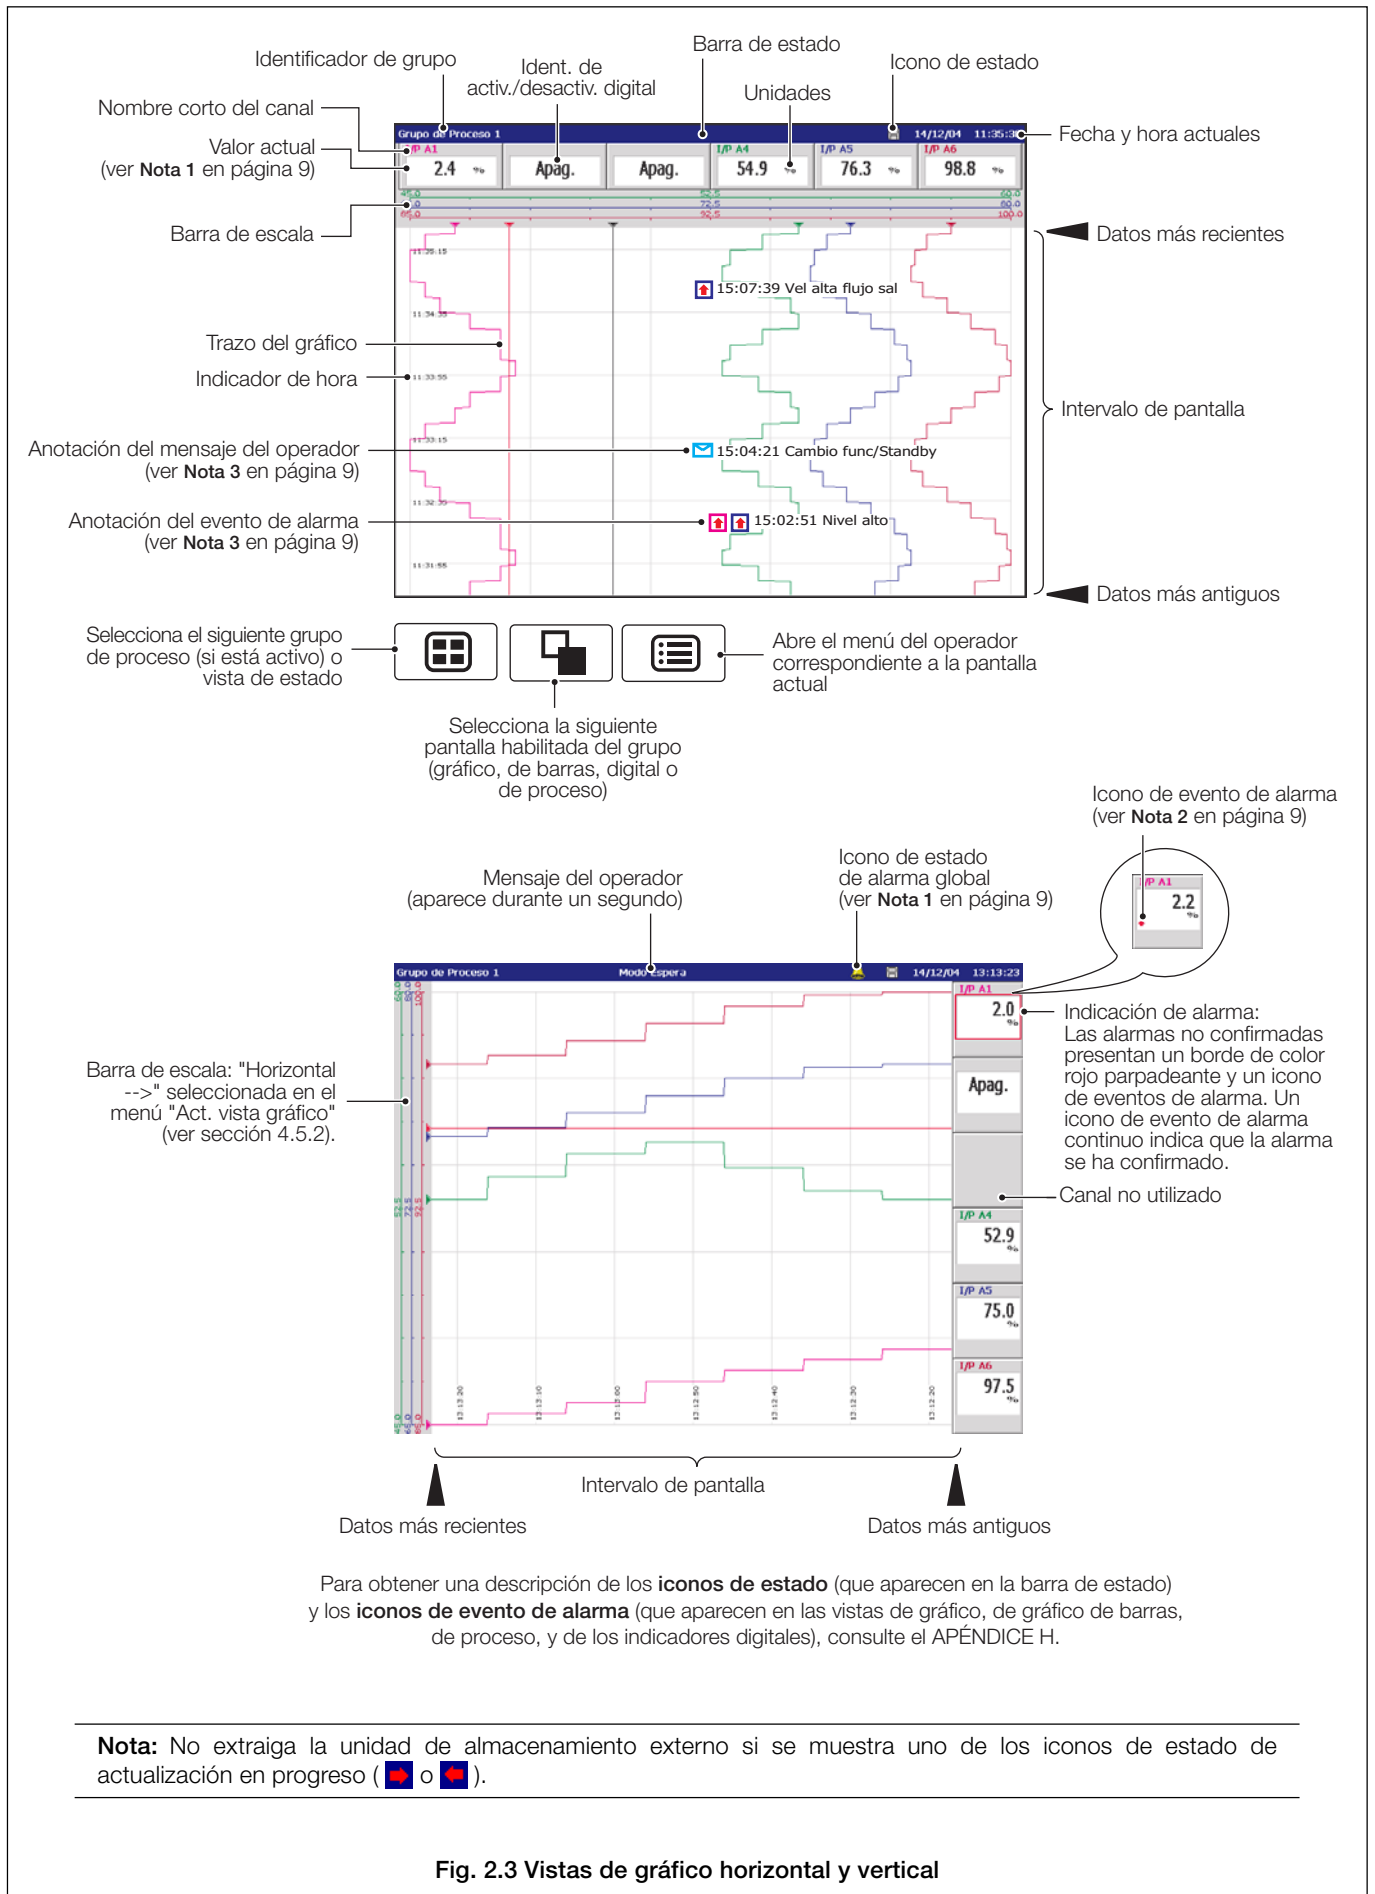

Fig. 2.3 Vistas de gráfico horizontal y vertical
2.3 Vistas de gráfico (horizontal y vertical: Fig. 2.3)